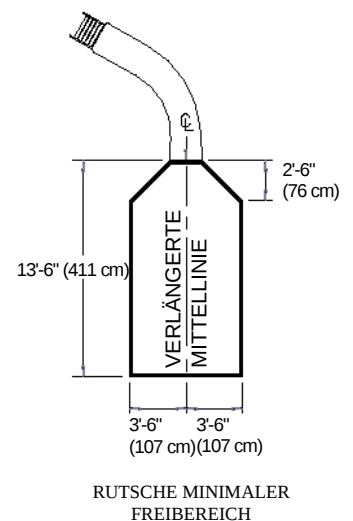

ABB. 14
- A. Bei mindestens einundachtzig Zentimetern (81 cm/32 Zoll) Entfernung von der Austrittslippe der Rutsche darf der Mindestabstand auf jeder Seite der verlängerten Rutschbahnmittellinie zum Beckenrand nicht weniger als einen Meter und sieben Zentimeter (1,07 m/42 Zoll) betragen und muss sich bis zu einem Abstand von vier Metern und 10 Zentimetern (4,10 m) vor der Rutsche erstrecken (siehe **ABB. 14**).